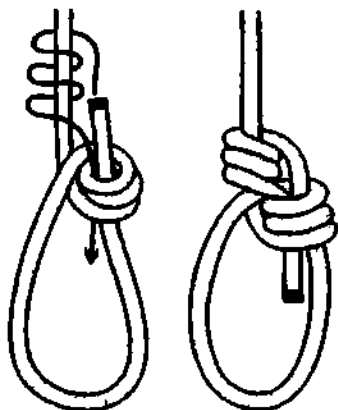

Рис. 320. **Трижды перекрученный булинь** с дополнительными шлагами на коренном конце.
**Дважды перекрученный булинь** ослабляет трос уже не на 50%, а на 30-45%. Если ходовым концом сделать дополнительные шлага вокруг коренного конца, безопасность узла ещё в большей степени повышается (рис. 320).